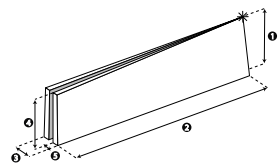

Figura 9: Patrón de detección
**Nota:** El rango se refiere al número 2 en la Figura 9.